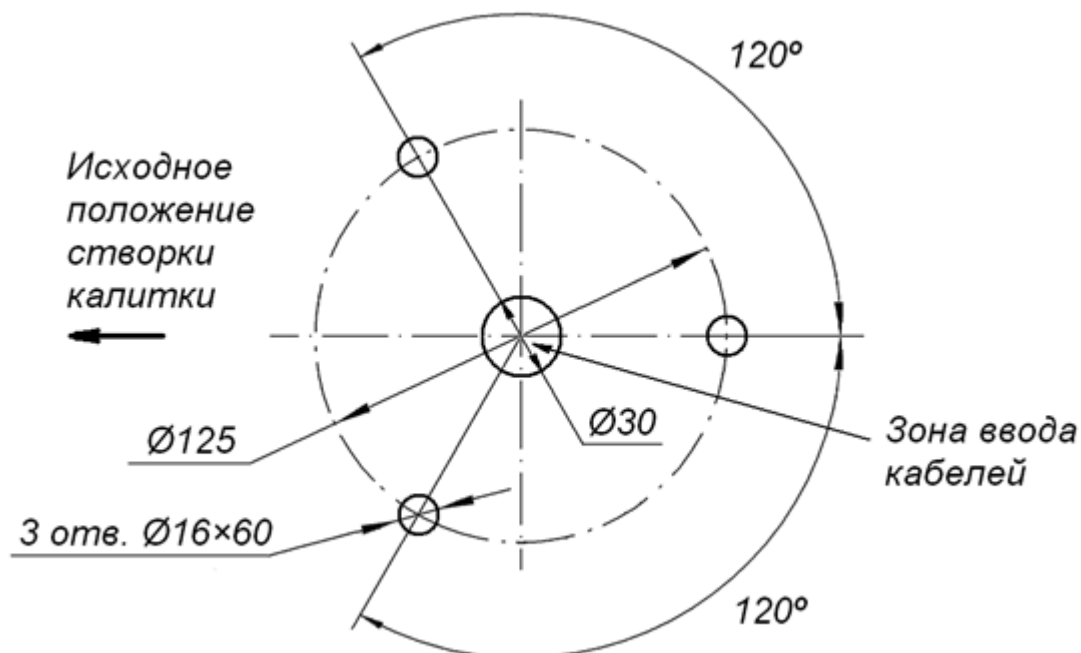
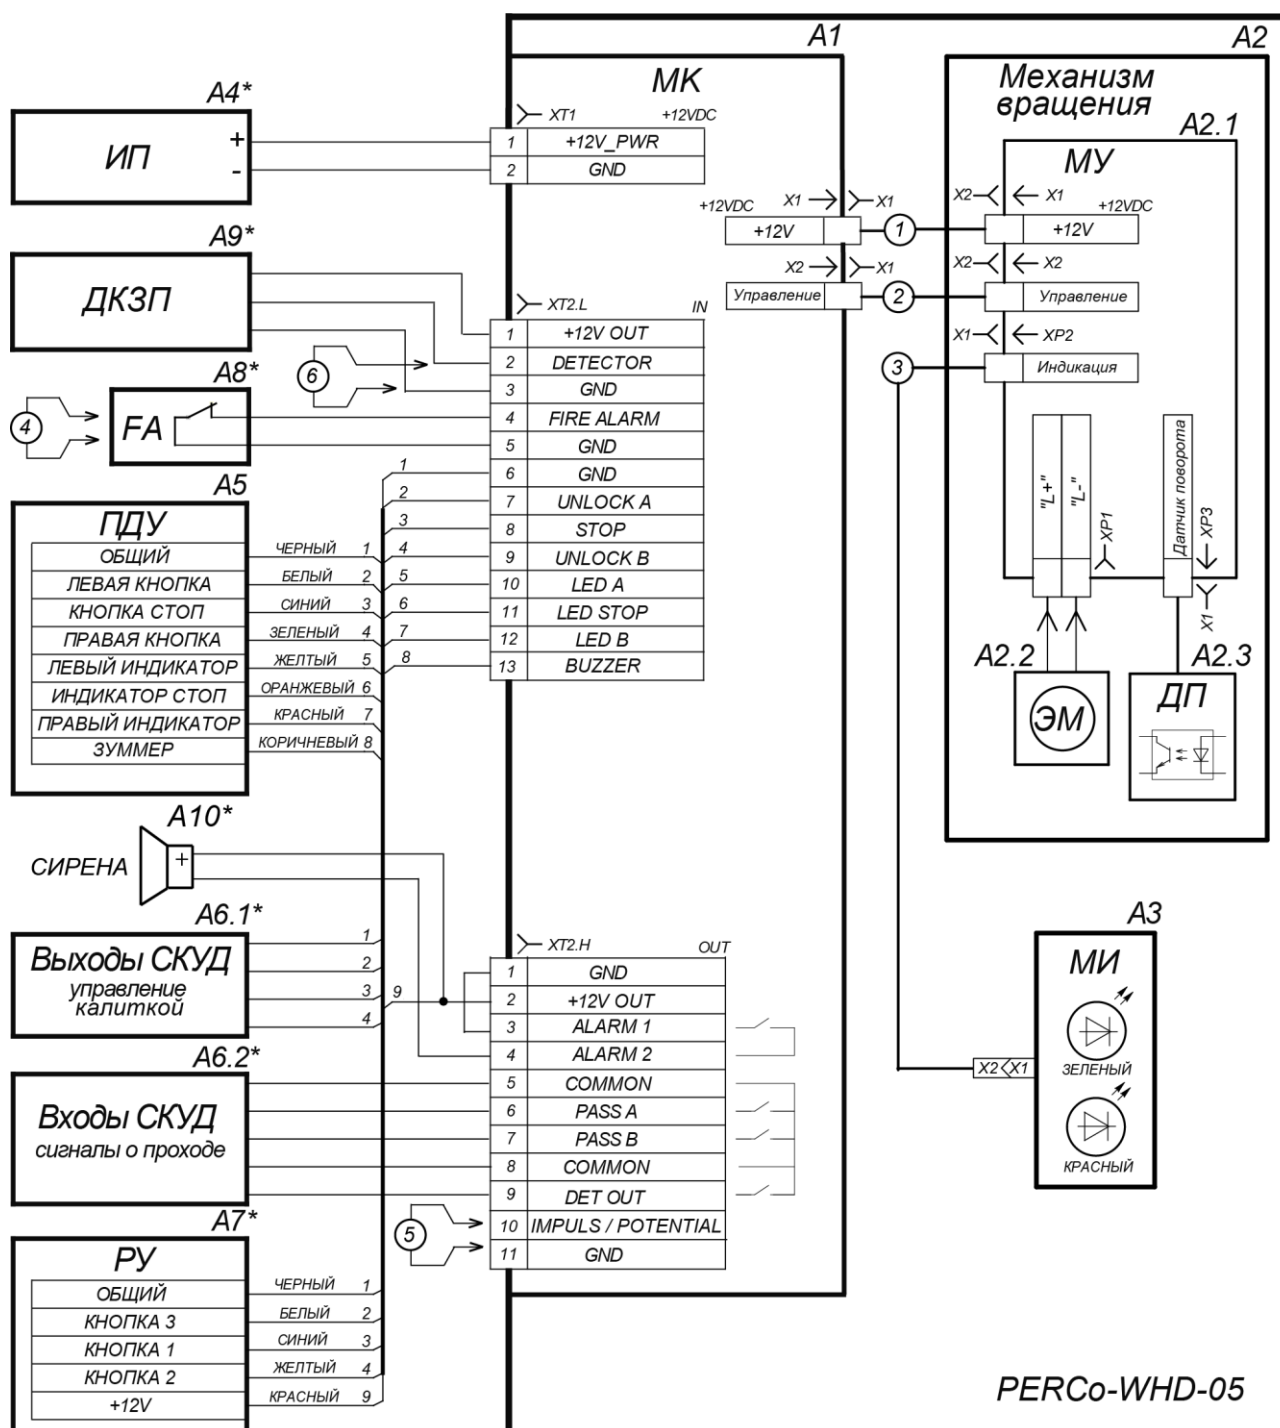

Рисунок 9. Схема разметки для монтажа калитки¹
Рисунок 10. Схема электрических соединений МК
4. Выполните разметку и разделку отверстий под анкерные болты на установочной поверхности в соответствии с рис. 9.
7. Извлеките кронштейн (6) с МК (7) из стойки калитки через отверстие в основании.
8. Подключите к МК кабели ПДУ (СКУД/ устройство РУ) и ИП согласно схеме, приведенной на рис. 10.
9. Установите кронштейн (6) с МК (7) на место.
11. Установите стойку калитки (1) на гильзы анкеров и закрепите ее анкерными болтами; при установке контролируйте вертикальность положения стойки с помощью уровня.
Таблица 3. Обозначения к схеме на рис. 10